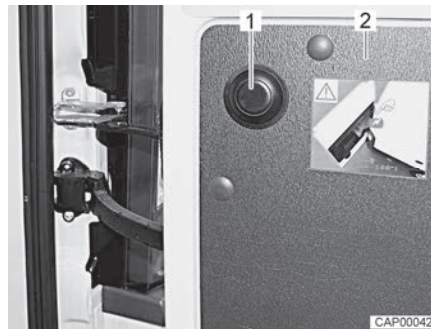

Fig. 18 Bouton-poussoir pour annuler la limitation
- Ouvrir à fond la porte arrière (Fig. 18,2).
- Appuyer sur le bouton-poussoir (Fig. 18,1) maintenir la porte arrière et continuer de l'ouvrir avec précaution.